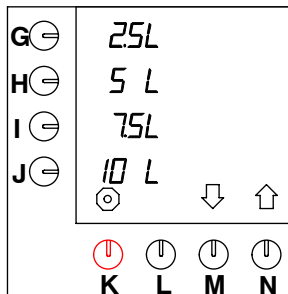

Fig. 23 Teclas de preselección por estandar
La máquina está ajustada para utilizar L (=litros) por estandar. Estas unidades pueden ser cambiadas. (Esta unidad es la mostrada por estandar con las teclas de selección, ver fig. 23 ).
- Mantenga apretada la tecla de programación (N.)↑ hasta que en el display aparezca fig. 23 .